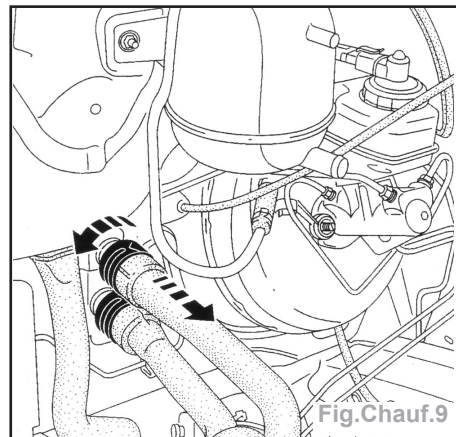

Fig.Chauf.9
- Autre version de colliers rapides (Fig.Chauf.9).